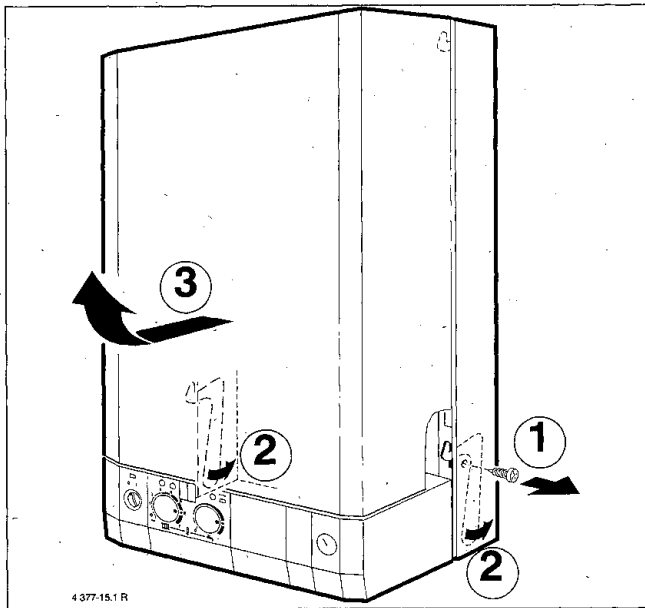

Bild 43
- Weitere Montageschritte siehe Bild 43–46.